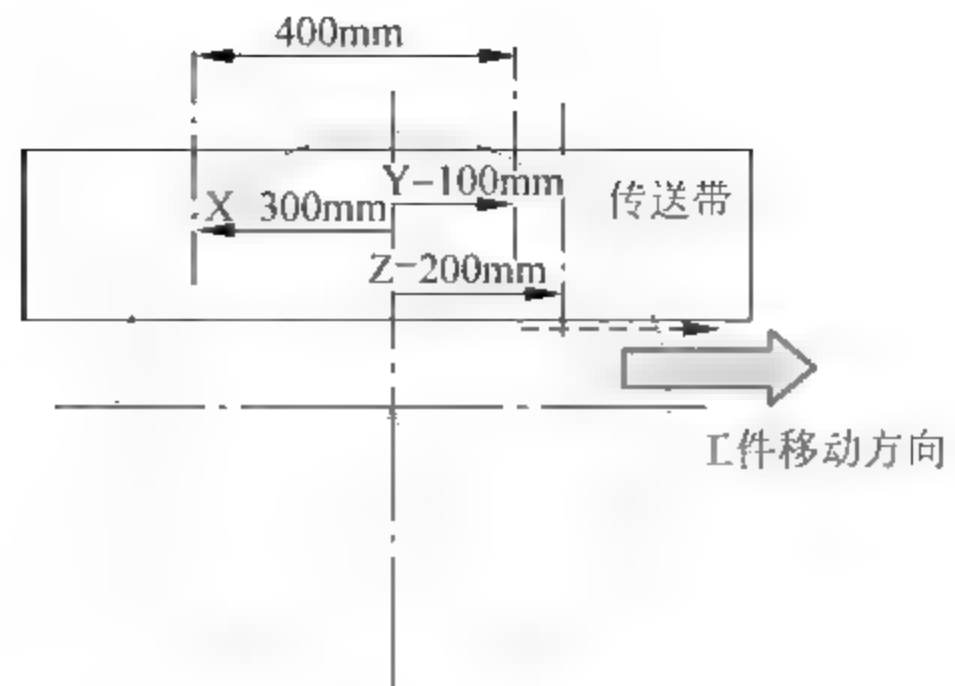

图 29-28 机器人追踪区域及机带关系
- (2) 传送带在机器人前方,工件移动方向为从左向右,则设置 PTN 的 X 坐标=2。追踪区范围 PRNG: (X,Y,Z)=(+300, +100, +200),如图 29-28 所示。